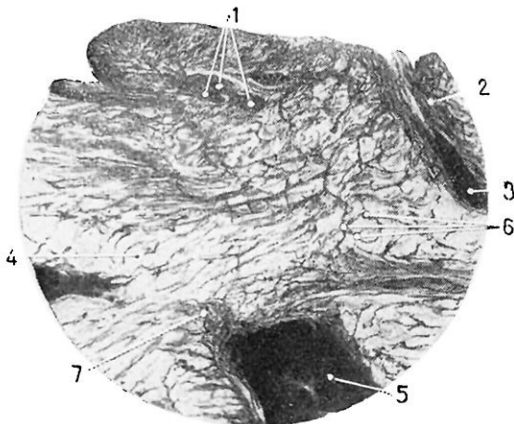

FIG. 9. — COUPE DANS LE CROUPON D'UNE PEAU DE BŒUF TANNÉE A L'ÉCORCE
Dans les reproductions de coupes (fig. 9 et 10), on remarque que les tissus conservés apparaissent dans tous leurs détails. Ce sont des coupes extraites de cuirs de bœufs préparés pour courroies de transmission, tannés d'après le procédé mixte, au chêne et aux extraits, et corroyés au dégras (1). On y remarque nettement, au premier plan, les fibres élastiques très nombreuses. Le tissu conjonctif apparaît également ainsi que de nombreux points noirs qui ne sont autre chose que des fibres élastiques recroquevillées ou brisées pendant le gonflement de la peau, au cours des opérations préliminaires du